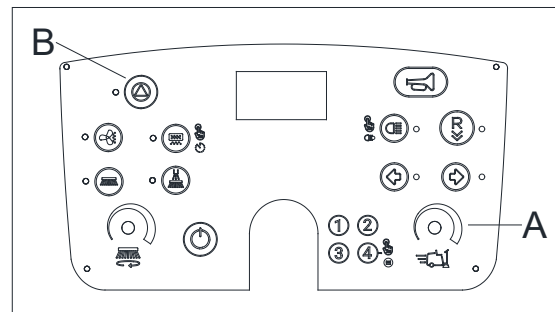

Figura 17
2. Minimize a velocidade de condução usando o botão de ajuste de velocidade (A, Figura 17).
3. Pressione o botão Iniciar (B, Figura 17) e pressione o pedal do acelerador para ligar a escova principal por cerca de 1 minuto.